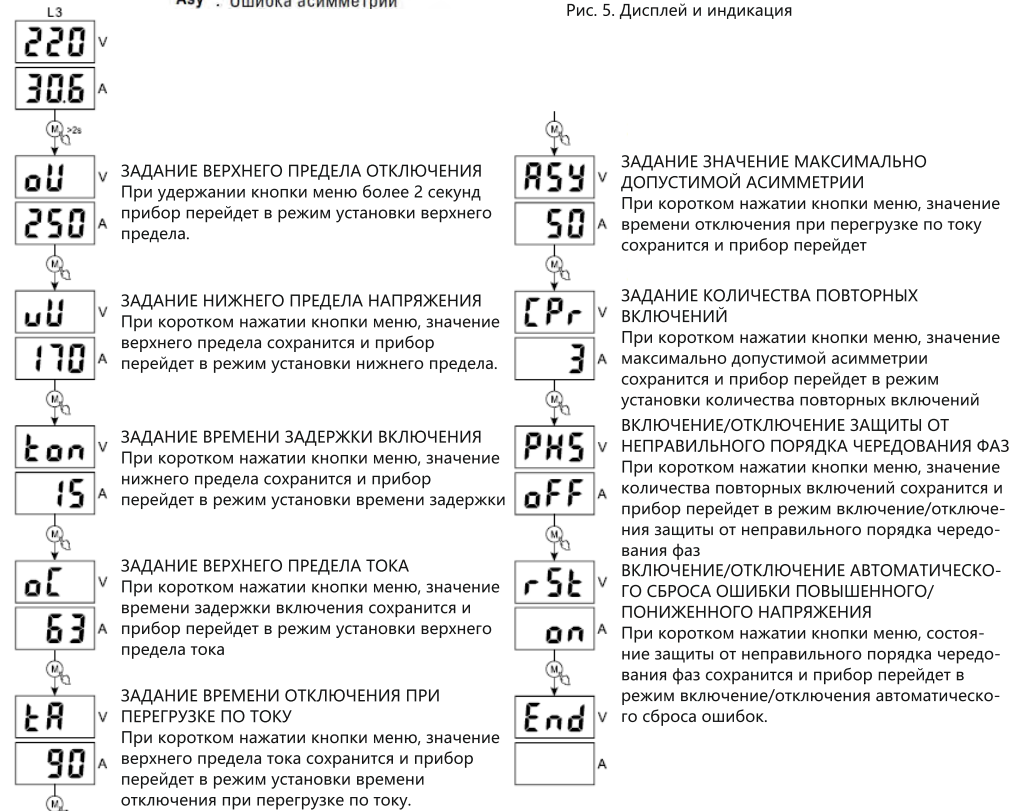

Рис. 6.
3.3. Для изменения параметров, заданных по умолчанию, необходимо следовать инструкции на рис. 6. Кнопки расположены на передней панели ниже дисплея.